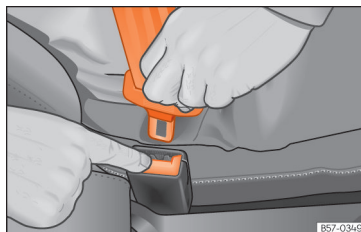

Fig. 25 Soltar a lingueta do fecho do cinto.
- Pressione o botão vermelho do fecho »» Fig. 25. A lingueta saltará do fecho.